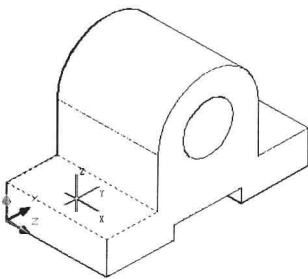

图 8-4-3
(4) 单击状态栏中的“DUCS”按钮和“正交”按钮，启动动态 UCS 功能和正交模式后，所选按钮会呈彩色显示。
(5) 在“绘图”面板中单击“多段线”按钮 ，将光标移至实体左侧面上，当这个面的边线呈虚线显示时，说明动态坐标系统的 XY 平面自动与这个面临时对齐，这时就可以在这个临时 XY 平面上创建对象了，如图 8-4-3 所示。